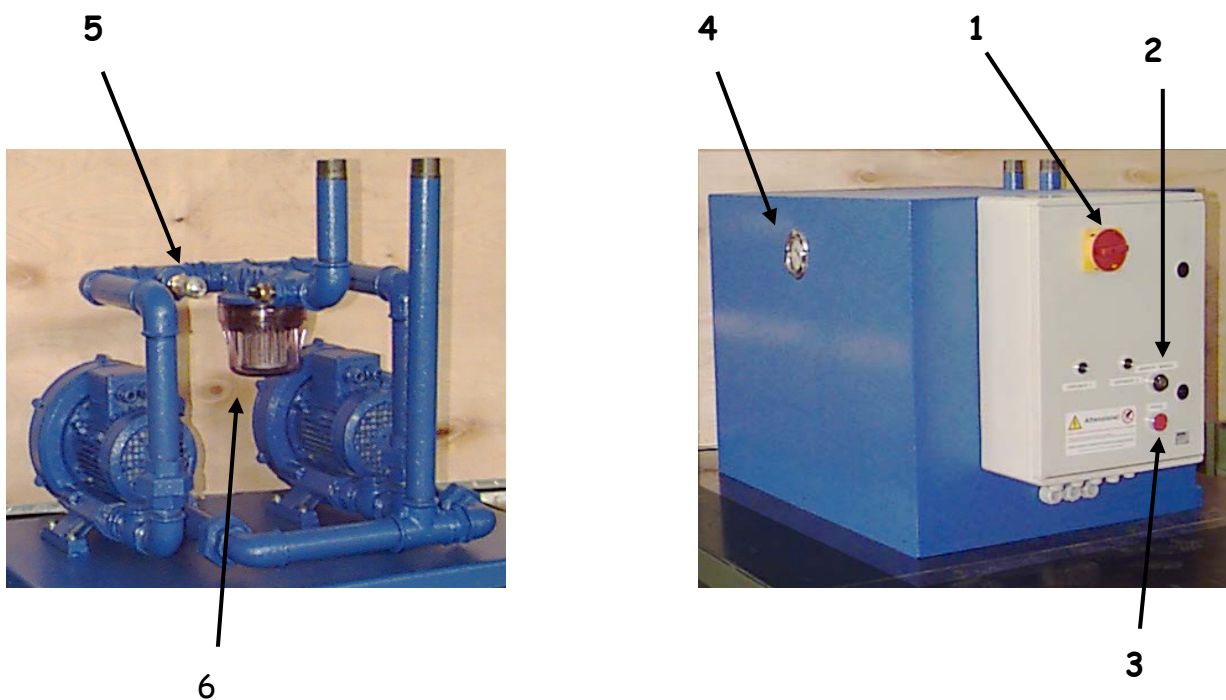

Fig. 4.2
- Inserire l'interruttore generale ( Pos. 1, Fig. 4.2 ).
- Ruotare il selettore a chiave su MARCIA ( Pos. 2, Fig. 4.2 ).
- Premere con continuità il pulsante PROVA ( Pos. 3, Fig. 4.2 ), la centrale di aspirazione GSE entra in funzione.
- Verificare sul vuotometro ( Pos. 4, Fig. 4.2 ) il grado di vuoto generato.
La correzione del grado di vuoto si ottiene regolando la valvola di flusso ( Pos. 5, Fig.4.2)
Svitare la ghiera ( Pos. 6, Fig. 4.2 ), estrarre la cartuccia filtrante e sostituirla.